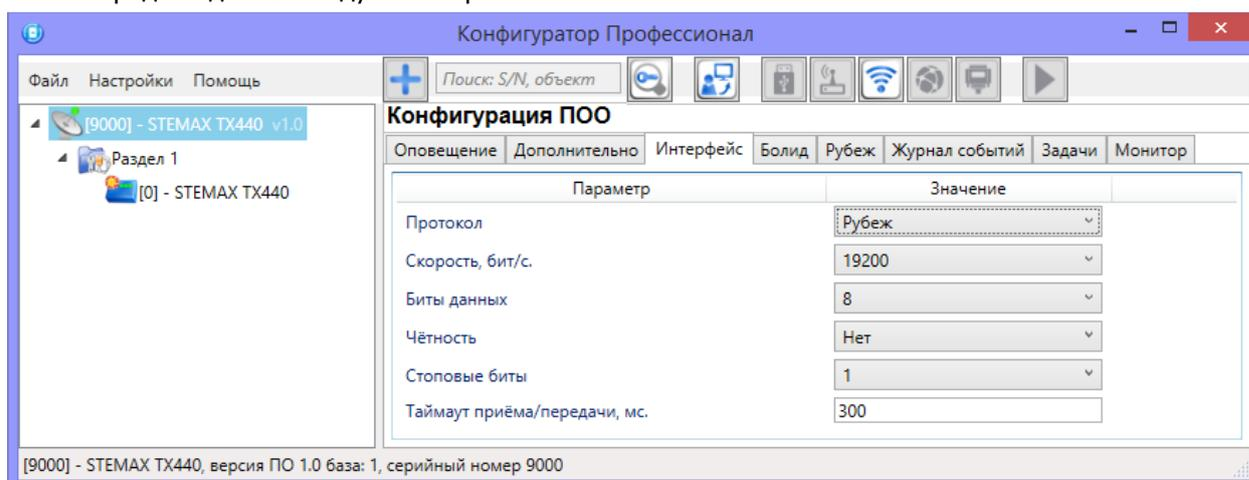

Рисунок 10.4 — Вкладка «Интерфейс»
- На вкладке «Интерфейс» (см. рисунок 10.4) выберите протокол Рубеж и укажите скорость передачи данных модулем сопряжения MC-КП.